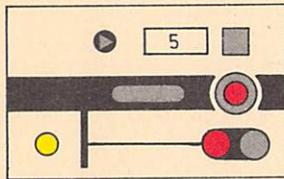

Bild 26
- (10) Mit dem Besetzen des ersten Blockabschnittes in zulaufender Richtung bzw. der Auflösung des letzten Blockabschnittes in ablaufender Richtung ertönt kurzzeitig ein langsam schlagender Wecker als Vor- bzw. Rückblockmeldung.
- (11) Fahrt zeigende Zentralblocksignale können durch Bedienen der Signalhaltgruppentaste und der Signaltaste auf Halt gestellt werden. Vor der erneuten Fahrtstellung ist die Festlegung für alle Blockabschnitte durch Bedienen der Zentralblockhilfstaste und der Signaltaste des ersten Zentralblocksignals bzw. der besonderen Zugstraßentaste (vgl. § 6 Abs. 6 und 7) aufzulösen. Dies ist nur möglich, wenn alle Blockabschnitte frei sind.
- (12) Ein Zentralblocksignal kann durch Bedienen der Lichtsignalssperrtaste und der Signaltaste in der Haltstellung gesperrt werden; der Sperrmelder leuchtet gelb (vgl. Bild 26).